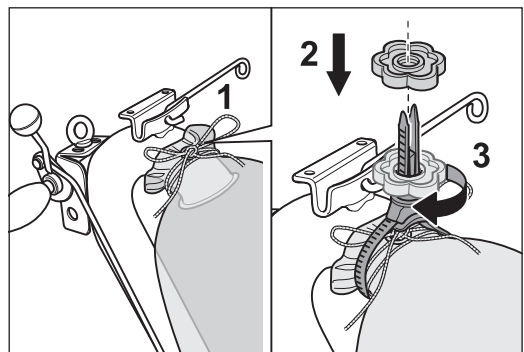

Abb. 13 Den Staubsack mit der Kordel (1) und dem MultiClip (2 und 3) am Führungsrohr befestigen.
- 7 Befestigen Sie den Staubsack fest mit der Kordel und dem MultiClip am oberen Ende des Führungsrohrs (Abb. 13). Beachten Sie bei der Montage, dass die Öffnung des Führungsrohrs nicht verschlossen wird.